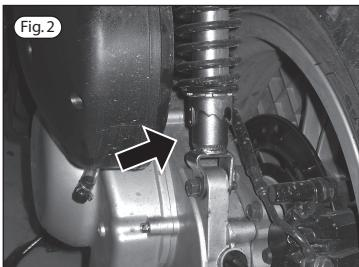

Fig.2
- numero motore (fig.2)
- engine number (fig.2)
- numéro del motor (fig.2)
-Nummer motor (Abb. 2)
-número del motor (fig. 2)